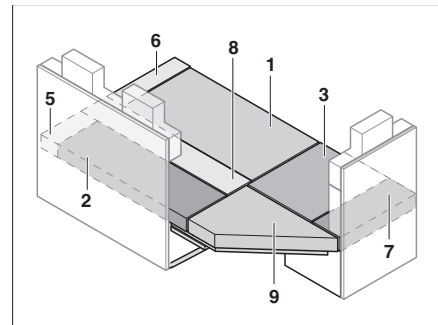

Bild 149 Nach dem Umbau
- Sitz-, Rücken- und Zusatzpolster wie in Bild 149 gezeigt auflegen.